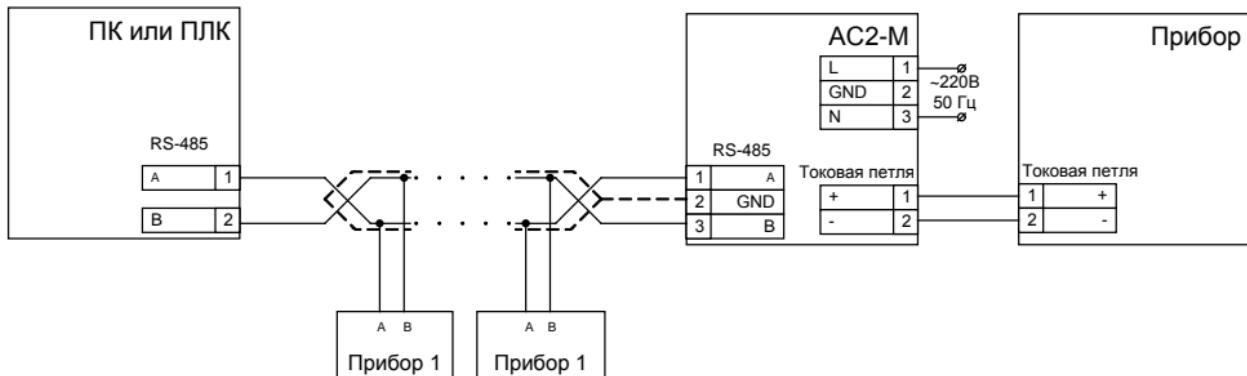

Рисунок 6.1 - Схема подключения преобразователя
6.2 Подключение кабелей сигнальных цепей и сетевого напряжения выполнять в соответствии со схемой подключения преобразователя (рисунок 6.1)